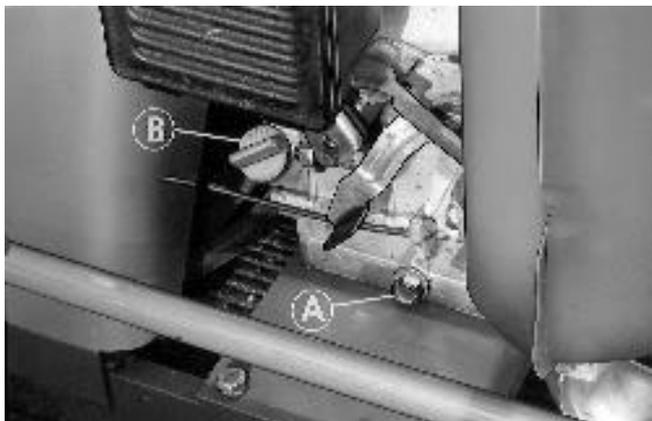

Fig.15
(Abb. 15)
- Motor warmlaufen lassen, dann Ablassschraube (A) ausschrauben und das gesamte Öl aus dem Sumpf ablassen. Schraube reinigen und wieder einsetzen.
- Frisches Öl wie empfohlen durch die Einfüllöffnung (B Abb. 15) bis zur korrekten Höhe einfüllen. Inhalt: 0,9 l.
- Nach dem Einfüllen Einfüllschraube (B) wieder einschrauben.